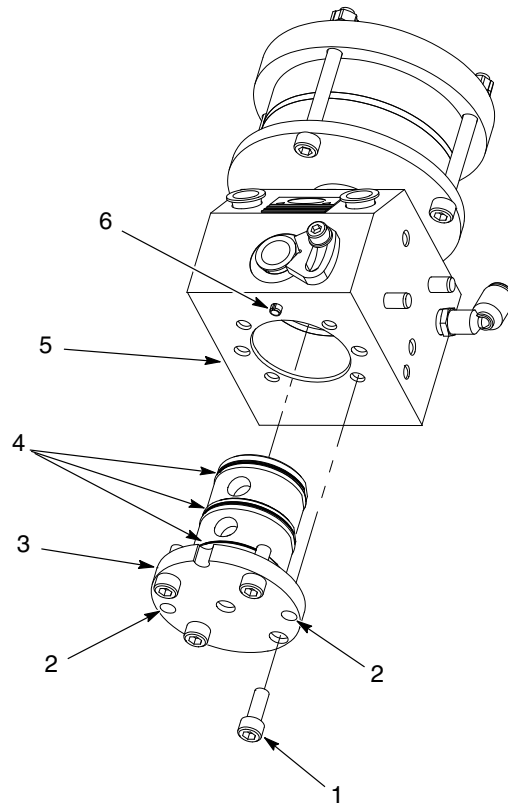

Figure 7 Remplacement de la cartouche d'étanchéité du régulateur CP II
1. Voir la figure 7. Retirer les vis (1) qui fixent la cartouche d'étanchéité (3) du régulateur CP II au corps (5).
2. Insérer deux vis (1) dans les trous de vérinage (2). Serrer les vis pour séparer la cartouche d'étanchéité du régulateur CP II du corps (5).
3. Nettoyer l'intérieur du corps (5) avec un solvant compatible ou l'essuyer à sec avec un chiffon.
4. Lubrifier les joints toriques (4) de la cartouche d'étanchéité (3) neuve du régulateur CP II avec du lubrifiant spécifique pour joints toriques.
5. S'assurer que la rainure dans la base de la cartouche d'étanchéité (3) du régulateur CP II est aligné avec la goupille de positionnement (6) dans le corps (5). Bloquer la cartouche d'étanchéité (3) du régulateur CP II dans le corps à l'aide des vis (1). Serrer les vis à 90 in.-lb (10 N•m).